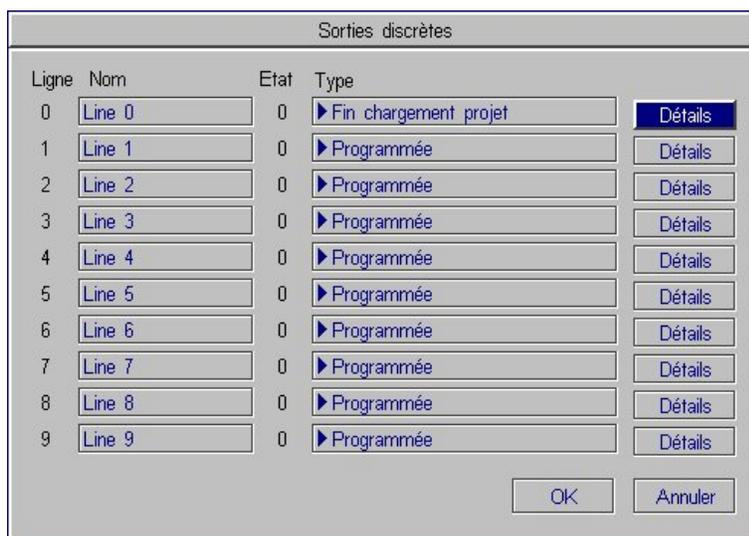

Figure C-2. Boîte de dialogue Sorties discrètes
- Sélectionnez **Sorties discrètes** pour ouvrir la boîte de dialogue 'Sorties discrètes' (voir **Figure C-2. Boîte de dialogue Sorties discrètes**).